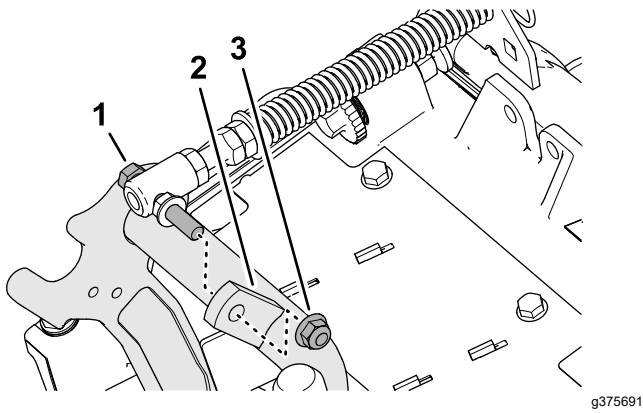

Bild 18
3. Entfernen Sie die Sicherungsbundmutter ($\frac{3}{8}$ "), mit der die Kopfschraube der Rasenkompensierungsfeder an der rechten Lasche des Trägerrahmens befestigt ist, und nehmen Sie die Kompensationsfeder vom Mähwerk ab (**Bild 18**).